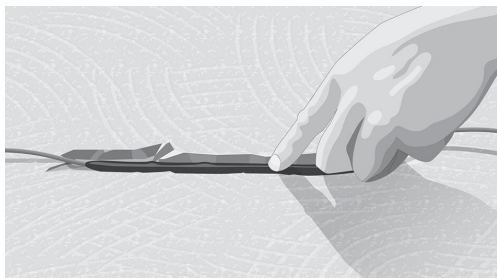

Fig. 2. Rille til kold/varm samling på kablet
4. Fræs riller i gulvet til kold/varm- og endsamling. Kablet skal placeres i lige linje min. 25 cm på hver side af endsamling. Lav rillen så stor, at indstøbningsmaterialet kan indkapsle samlingerne fuldstændigt. Hav mindst 10 mm på hver side af samlingen. Lav rillen så dyb, at samlingerne ikke påvirker den samlede højde af konstruktionen (fig. 2).